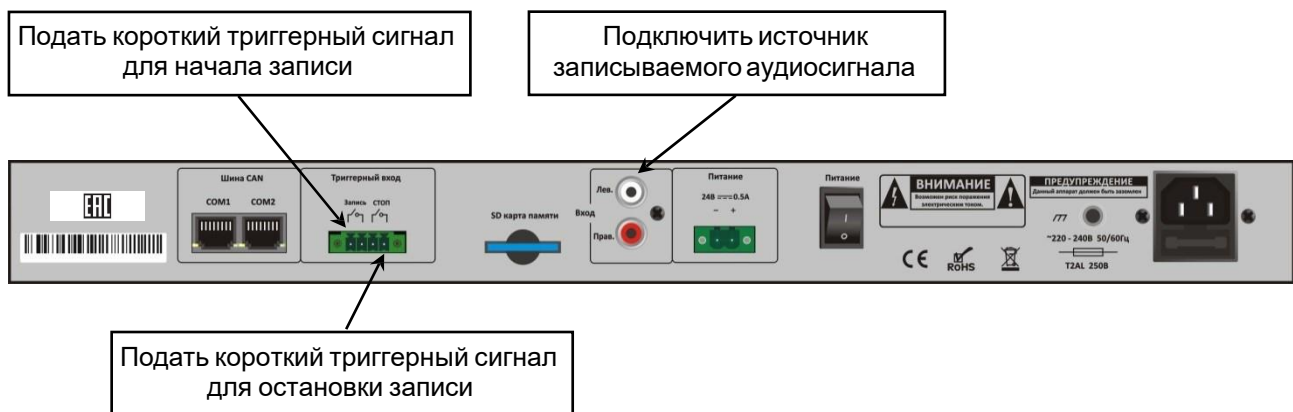

Рис. 4.1. Порядок управления блоком записи сообщений LPA-EVA-RC
1. В разъём входа записи подключить источник записываемого аудиосигнала (см. Рис. 4.1).